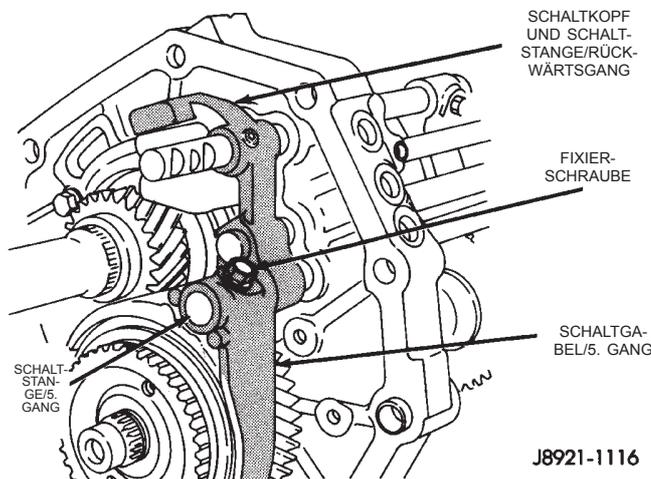

Abb. 103 Fixierschraube einbauen
(37) Zur Befestigung der Schaltgabel für den fünften Gang auf der Schaltstange eine neue Fixierschraube verwenden (Abb. 103).